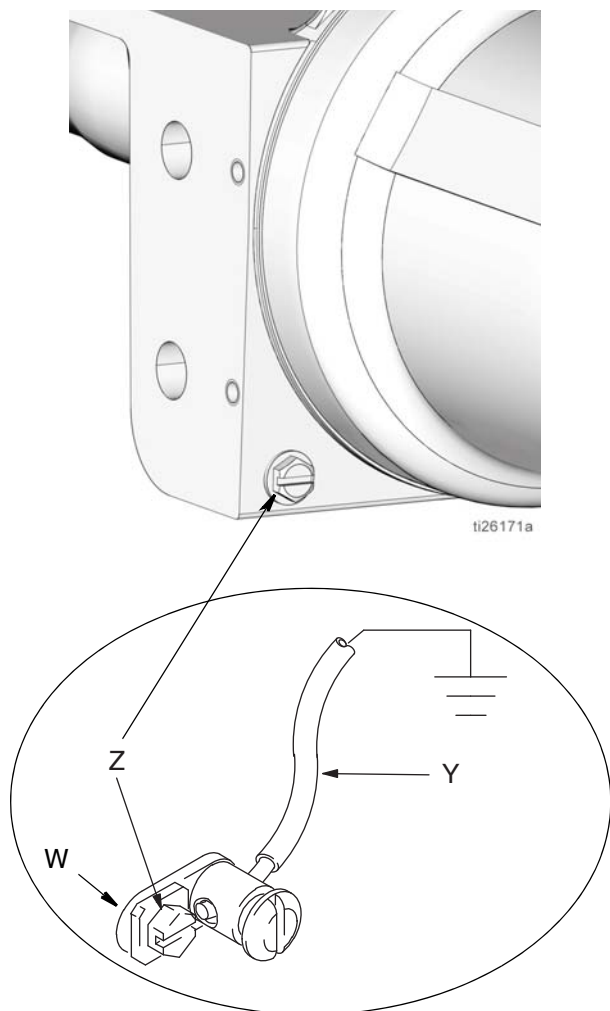

FIG. 2
**Raccordement de la pompe à la terre :** Retirer la vis de mise à la terre (Z) située au dos de la base de la pompe et l'insérer dans l'œillet de la cosse à anneau (W) à l'extrémité du fil de terre (Y). Reposer la vis de mise à la terre (Z) sur la pompe et bien la serrer. Raccorder l'autre extrémité du fil de terre à une véritable prise de terre. Voir FIG. 2.